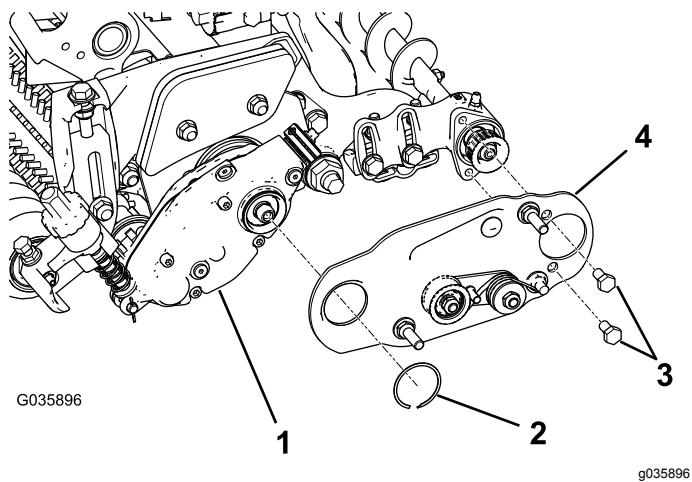

Figura 9
- Asegúrese de que la placa de pivote del cepillo de rodillo está configurada de modo que el conjunto de polea tensada esté instalada en la parte inferior, según se muestra en la Figura 9.
4. Alinee la placa de pivote del cepillo del rodillo según se muestra en Figura 9.
cepillo en el alojamiento del cojinete del cepillo de rodillo (Figura 9).
6. Sujete la placa del cepillo al alojamiento del cepillo del rodillo con el anillo de retención (Figura 9).